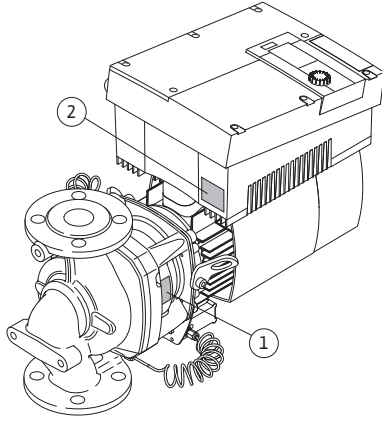

Fig. 11: Tip levhaları sıralaması:
- Pompa tipi levhası (Fig. 11, Poz. 1) seri numarası (Ser. No.../...) içerir. Bu numara yedek parça siparişlerinde gereklidir.
- Elektronik modül tip levhası (Elektronik modül = İnvertör ve/veya frekans konvertörü) (Fig. 11, Poz. 2) kullanılmakta olan elektronik modülün tanımını belirtir.